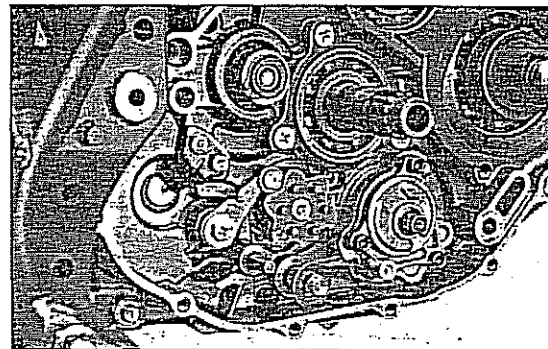
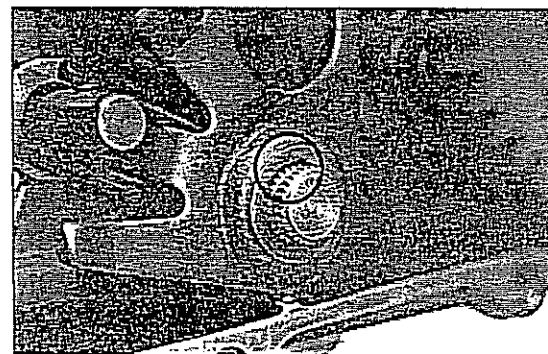

Bild 237
Bild 238
• Federbelastete Schaltwalzenarretierung montieren und Scheibe auf Schaltwelle anbringen, siehe Bild 237. Beim Aufschieben des Schaltsegments auf die Schaltwelle Körnermarkierung auf Schaltwelle und Segment beachten, siehe Bild 238.